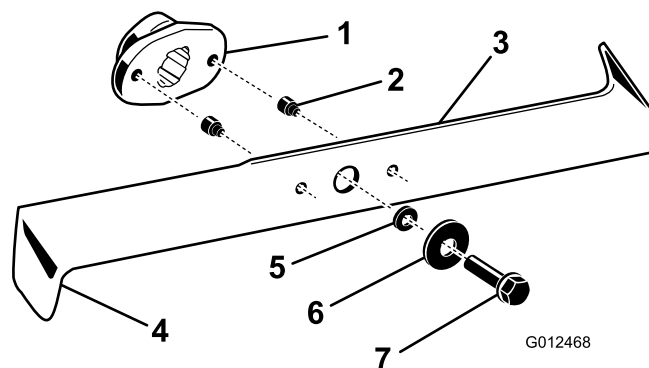

Figura 39
2. Inspeccione los filos de corte (Figura 39). Si los bordes no están afilados o tienen mellas, retire las cuchillas y afílelas; consulte Cómo afilar las cuchillas.
3. Inspeccione las cuchillas, especialmente los extremos inclinados (Figura 39). Si observa cualquier daño
4. Si los pasadores de seguridad están rotos, sustitúyalos inmediatamente (Figura 39).
3. Retire los pernos, las arandelas y las cuchillas (Figura 39). Inserte un bloque de madera entre cada cuchilla y el cortacésped para bloquear la cuchilla mientras se retira cada perno.
1. Instale las cuchillas, las arandelas y los pernos (Figura 39).